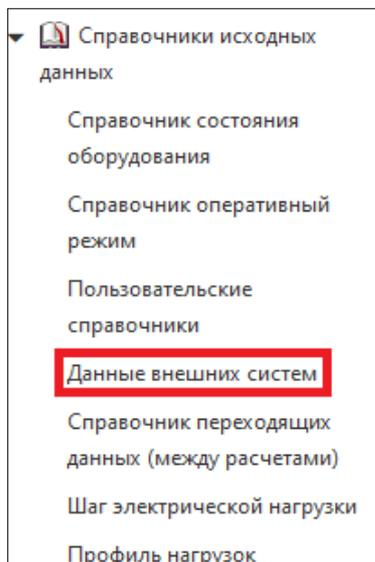

Рисунок 3.6.4 – Подраздел «Данные внешних систем»
1. Перейти в подраздел «Данные внешних систем» (рис. 3.6.4).